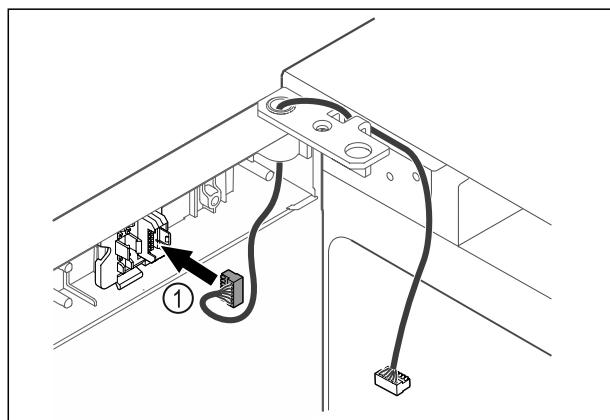

Fig. 33
- Enchufar el conector Fig. 33 (1) en su soporte.